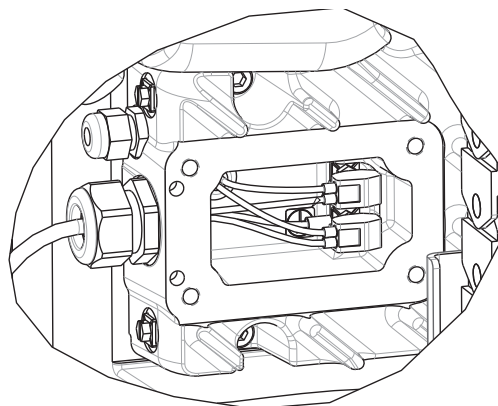

图 38: 驱动器外壳接线
- a. 如果使用的是单柱塞供料系统，请关闭红色断开开关 (AZ)。
- b. 如果使用串联柱塞供料系统，请仅在要卸下驱动器的柱塞供料单元上关闭红色的断开开关 (AZ)。
4. 断开驱动器 (AB) 的电源连接:
- a. 卸下驱动器壳盖 (HC)。
- b. 断开驱动器壳内的线。参见图 38。